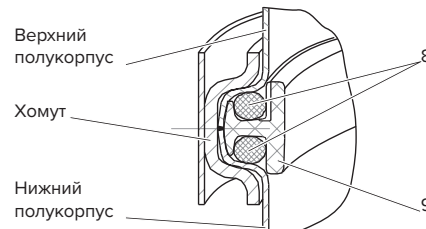

Рис. 3. Разрез по месту соединения корпусов
• отсоедините быстроразъемные соединения (3), отвернув накидные гайки (4);
• открутив гайку-барашек (6), снимите фиксирующую планку (5) с кронштейна (1);
• в случае замены модуля: снимите водоочиститель с кронштейна (1), слейте из водоочистителя излишки воды (около 3 литров);
• поставьте водоочиститель в подходящую емкость и, отвернув ручку (7), снимите крепежный хомут с водоочистителя;
• промойте водой внутренние поверхности полукорпусов, резиновые кольца (8) и пластиковое кольцо (9) при замене модуля (рис. 3);
• соберите водоочиститель, обратив внимание на правильную установку двух колец (8) в кольцо (9) и установку кольца (9) в нижний полукорпус;
• наденьте на полукорпуса хомут и затяните ручку (7) до упора;